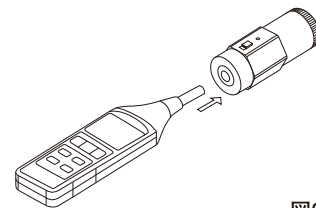

図2
- 騒音計のマイク部をマイク挿入部(3-1,3-2)に差込み、騒音計の取扱説明書に従い校正してください。[図2参照]